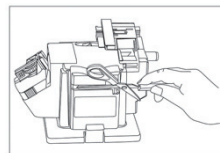

рис.5
6.4.5 Потяните лезвие поперёк шлифовального круга от основания к кончику (рис. 5).